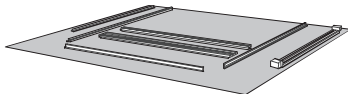

Fig. 2
- 2. Disposez les pièces sur une zone dégagée, face vers le bas. Assurez-vous de placer une toile de protection sur le plancher pour éviter d'égratigner la trousse de garniture ou le plancher (Fig. 2).